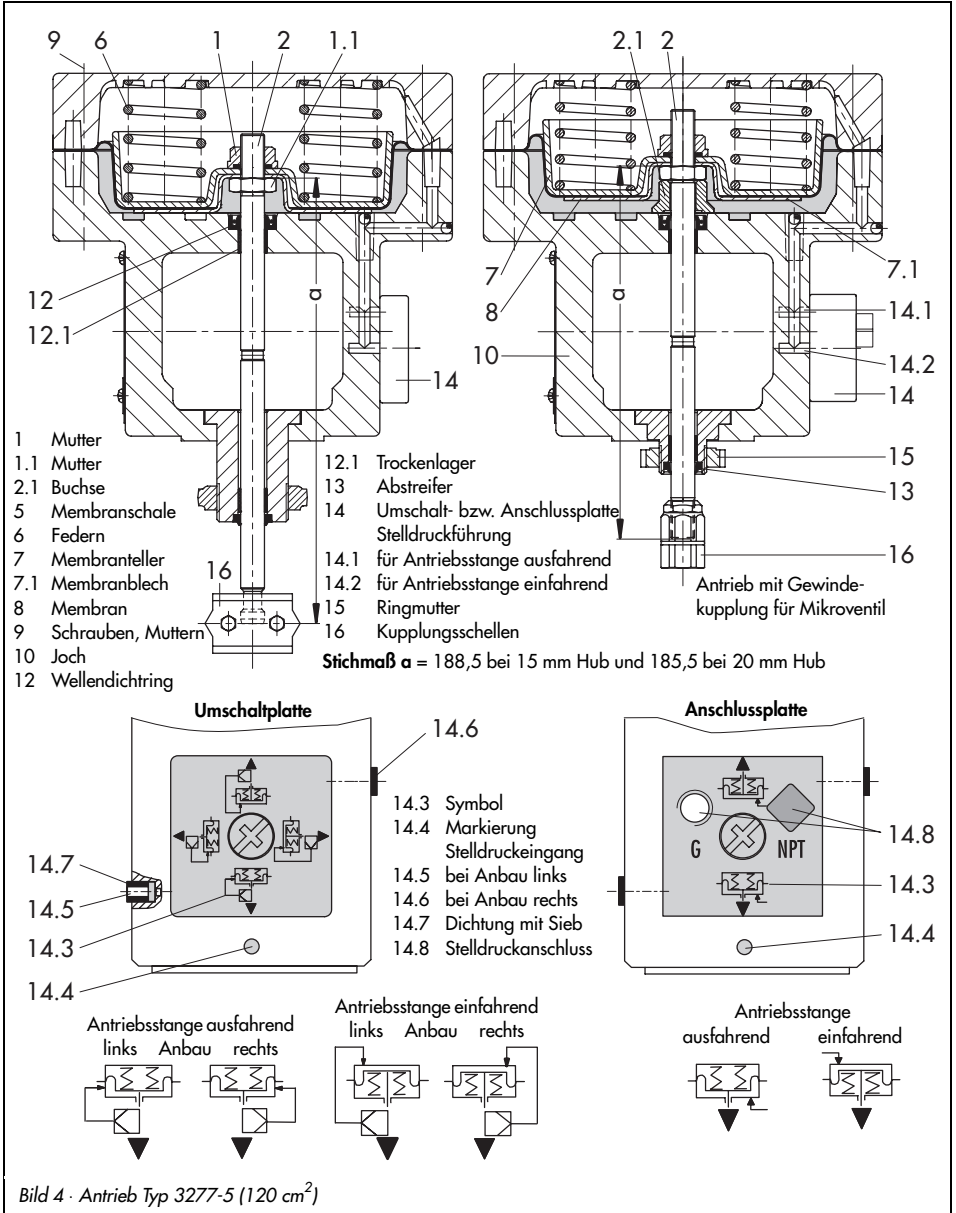

Bild 4 · Antrieb Typ 3277-5 (120 cm2)
### Antrieb Typ 3277-5 (Bild 4)
- ▶ Durch Drehen der Umschaltplatte ist das für die Sicherheitsstellung richtige Bildsymbol (14.3) nach der Markierung (14.4) auszurichten, siehe dazu Bild 4 unten links. Der Anbau links oder rechts wird durch die Wirkrichtung (>>) oder (<<) des Stellungsreglers bestimmt.
nach der Markierung (14.4) auszurichten, siehe dazu Bild 4 unten rechts.